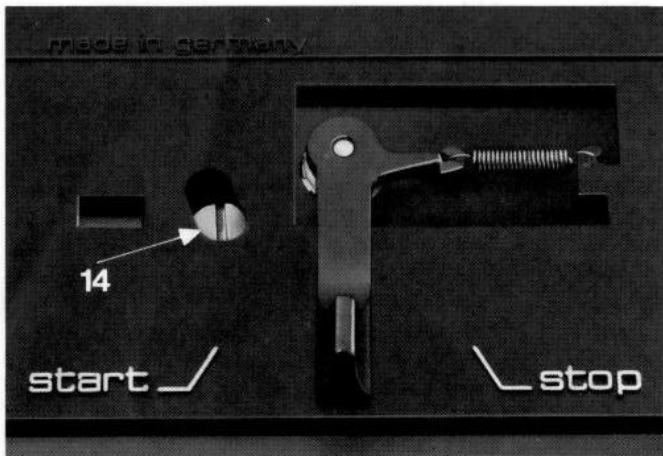

Fig. 18
Durch Abnehmen der Zierleiste (nach vorne drücken und am hinteren Rand zuerst hochklappen) wird die Regulierschraube (14) sichtbar, mit der der Tonarmaufsetzpunkt justiert werden kann (Fig. 18). Legen Sie bitte eine 30 cm-Schallplatte auf und starten Sie das Gerät. Wenn der Abtaststift zu weit innen oder außen auf der Schallplatte aufsetzt, drehen Sie die Justierschraube entsprechend nach rechts oder nach links.
retire la réglette décorative (en la soulevant préalablement sur le bord arrière) la vis de réglage (14) du bras devient visible (Fig. 18). Posez un disque de 30 cm sur le plateau et mettez l'appareil en route. Si la pointe descend trop vers l'intérieur ou l'extérieur du disque, tournez la vis vers la gauche ou resp. la droite.
edge) will expose the control **(14)** for tone-arm indexing (Fig. 18). Place a 12" record on the platter and start the unit. If the stylus sets down too far inside or outside the center of the record, turn adjusting screw clockwise or counterclockwise, respectively.
de ajuste **(14)** con el que se puede ajustar el punto de entrada de la aguja (Fig. 18). Coloque a tal fin un disco de 30 cm. y ponga en marcha el aparato. Si la aguja entra demasiado o se posa fuera del disco, gire el tornillo hacia la izquierda o hacia la derecha respectivamente.
con la quale è possibile regolare il punto di discesa del braccio (Fig. 18). Ponete quindi un disco sul piatto ed avviate l'apparecchio. Se la puntina scende troppo in dentro o troppo in fuori, girate questa vite verso destra, rispettivamente verso sinistra.
den bakre kanten) blir justeringskruven **(14)** för nedläggningspunkten synlig (Fig. 18). Lägg på en 30 cm skiva och starta skivspelaren. Om nålen hamnar för långt in eller ut på skivan, justera detta genom att vrida skruven antingen åt höger eller åt vänster.